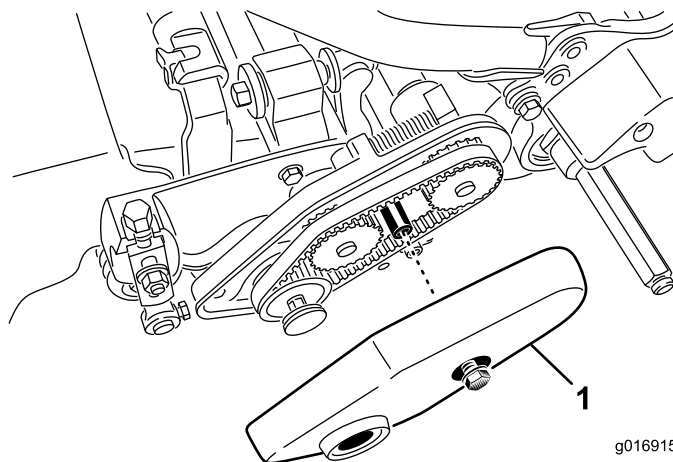

图13
2. 松开固定皮带罩的凸缘螺栓，取下皮带罩露出皮带（图13）。